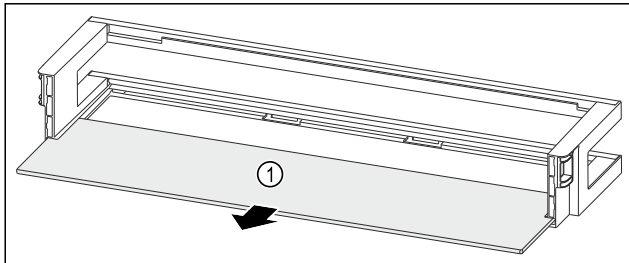

Fig. 80 Deurrek met draagplateau
- Draagplateau Fig. 80 (1) verwijderen.